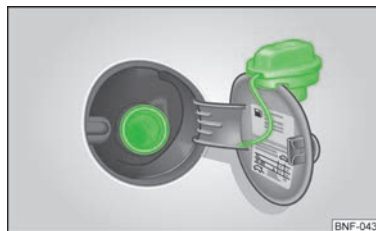

Fig. 95
Pe partea interioară a clapetei rezervorului de combustibil sunt indicate sortimentele corecte de combustibil pentru autovehiculul dvs., precum și dimensiunea anvelopelor și valorile presiunii în anvelope » fig. 95 la pagina 107.
- Deschideți cu mâna clapeta rezervorului de combustibil » fig. 95.
- Desfaceți bușonul rezervorului spre stânga și fixați-l de sus pe clapeta rezervorului » fig. 95.